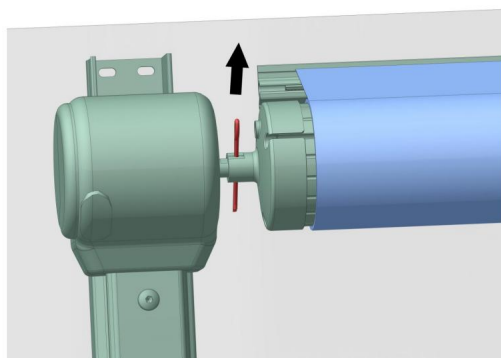

Figura D18
3.7.3 Rimuovere il perno di sicurezza sul coperchio terminale del lato non motore del rullo (Figura D18), rilasciare il braccio pieghevole e tendere con forza il rotolo di tessuto.